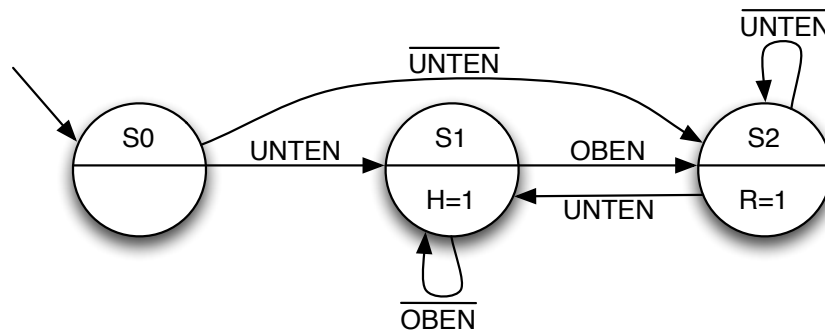
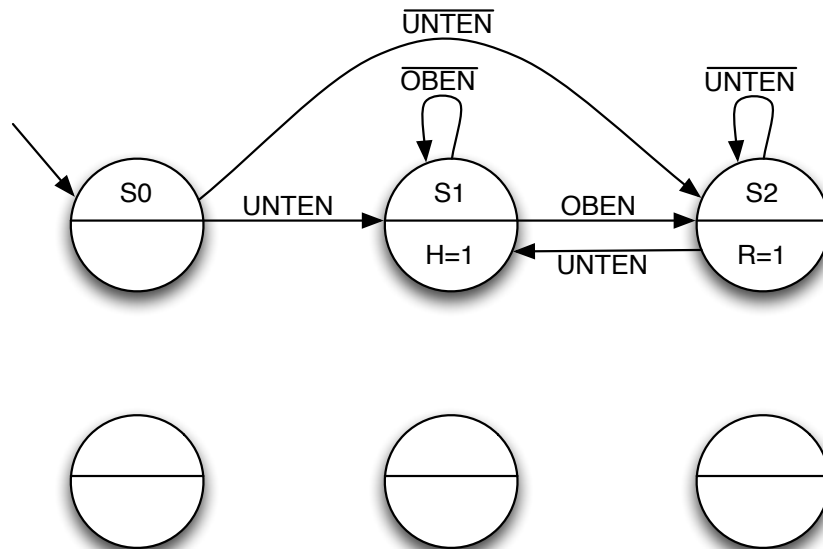

Abbildung 3: Automatengraph eines simplen Lastenaufzugs
Abbildung 4: Vorlage für a), Automatengraph mit HALTEN-Signalverarbeitung
Sie sollen für ein Gebäude den Controller für einen simplen Lastenaufzug entwerfen, der den ganzen Tag hoch und runter fährt. Der Controller mit dem Automatengraph aus Abbildung 3 realisiert das, indem er einer Motorsteuerung das Signal H für Hochfahren, oder R für Runterfahren gibt. Die Lastenkabine hat Sensoren, die erkennen, ob der Aufzug oben oder unten angekommen ist. Ein möglicher Automatengraph für den Controller ist in Abbildung 3 dargestellt, wobei in den Zuständen nur Ausgänge notiert sind, die auf 1 gesetzt werden müssen.
- (a) Der Entwurf in Abbildung 3 wurde aus Sicherheitsgründen abgelehnt, da der Kunde den Aufzug für längeres Be- und Entladen anhalten können will. Der Aufzug wird daher um einen „Halten“-Knopf erweitert, der den Aufzug anhalten soll, solange das entsprechende HALTEN-Signal gesetzt ist. Sobald das HALTEN-Signal nicht mehr gesetzt ist, soll in die gleiche Richtung weitergefahren werden wie vor dem Signal. Der Rest des Verhaltens soll sich nicht ändern, der Aufzug soll also weiter in einer Endlosschleife ganz hoch und ganz runter fahren. Modifizieren Sie den Entwurf aus Abbildung 3 entsprechend, indem Sie Abbildung 4 ausfüllen!